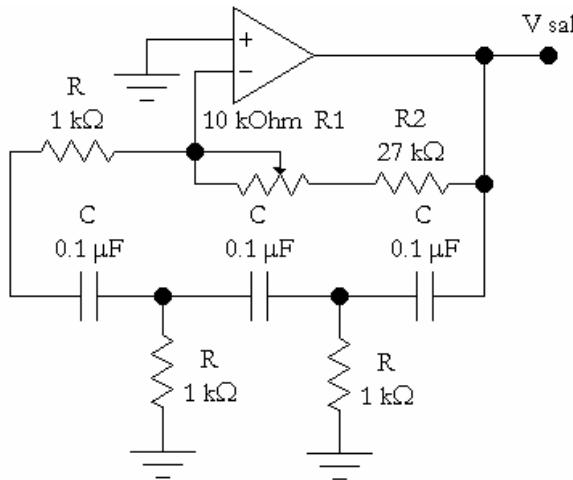

Figura 4
- 4.1. Armar el circuito de la Figura 4 alimentando el operacional con +12 Volt y -12 Volt.